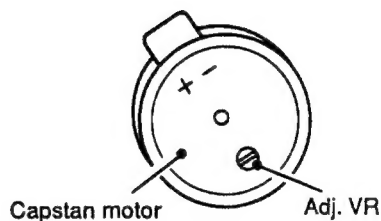

Fig. 4-2
4. Adjust the variable resistor (Fig. 4-2) to get the adjustment value of 3,000Hz to 3,010Hz
4. 周波数値が3,000~3,010Hzとなるよう、Fig. 4-2に示す調整VRを調整する。